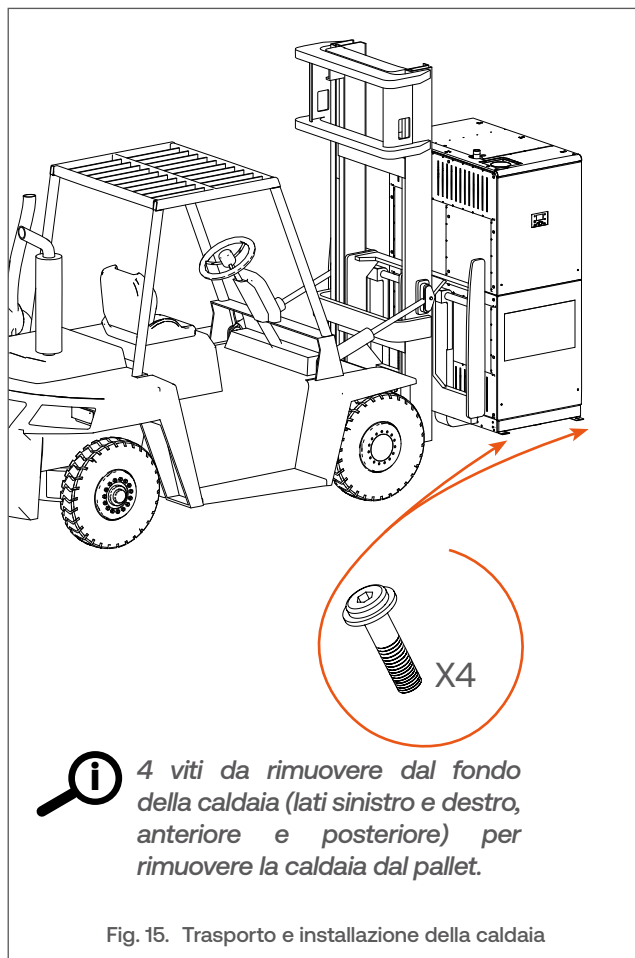

Fig. 15. Trasporto e installazione della caldaia
3. Rimuovere le quattro viti con una chiave a brugola misura 6, (vedere **Fig. 15**) dal fondo della caldaia e dal pallet.
Far scorrere le braccia delle forche del carrello sollevatore nei fori per il trasporto, posta a entrambi i lati dell'apparecchio (vedere **Fig. 15**).